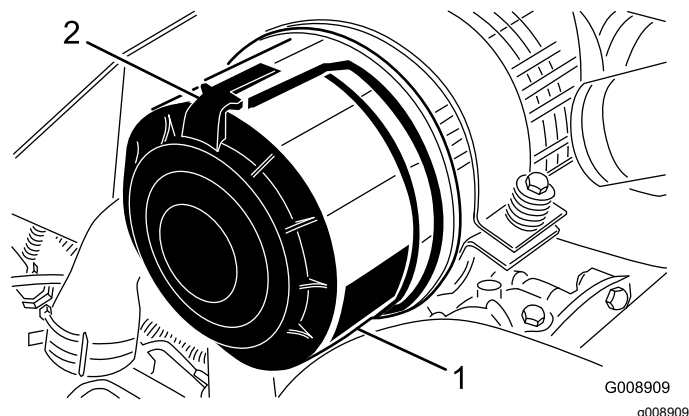

Figure 45
1. Desserrez les fixations qui maintiennent le couvercle sur le boîtier du filtre à air (Figure 45).